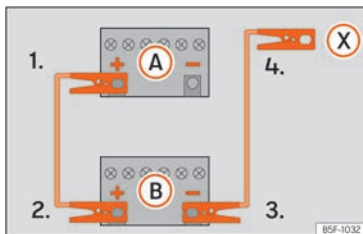

Abb. 155 Anschlussplan für Fahrzeuge ohne Start-Stopp-System.
2. Klemmen Sie ein Ende des roten Starthilfekabels an den Pluspol (+) des Fahrzeugs mit der entladenen Fahrzeugbatterie (A).
3. Klemmen Sie das andere Ende des roten Starthilfekabels an den Pluspol (+) des stromgebenden Fahrzeugs (B).
4. Fahrzeuge ohne Start-Stopp-System: Klemmen Sie ein Ende des schwarzen Starthilfekabels an den Minuspol (-) des stromgebenden Fahrzeugs (B) »» (Abb. 155).